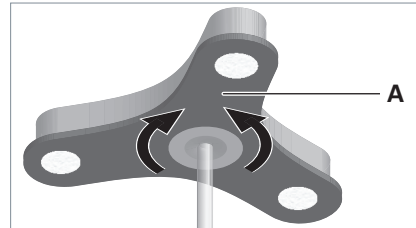

Fig. 13: Aligner la tête du luminaire.
- Tournez la tête du luminaire **A** autour de son axe, voir Fig. 13.